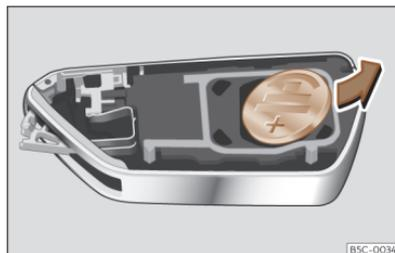

Abb. 67 Fahrzeugschlüssel: Batterie herausnehmen.
- Batterie mit einem geeigneten dünnen Gegenstand aus dem Batteriefach hebeln >>> (Abb. 67).
- Neue Batterie einsetzen und in das Batteriefach drücken >>> ①.